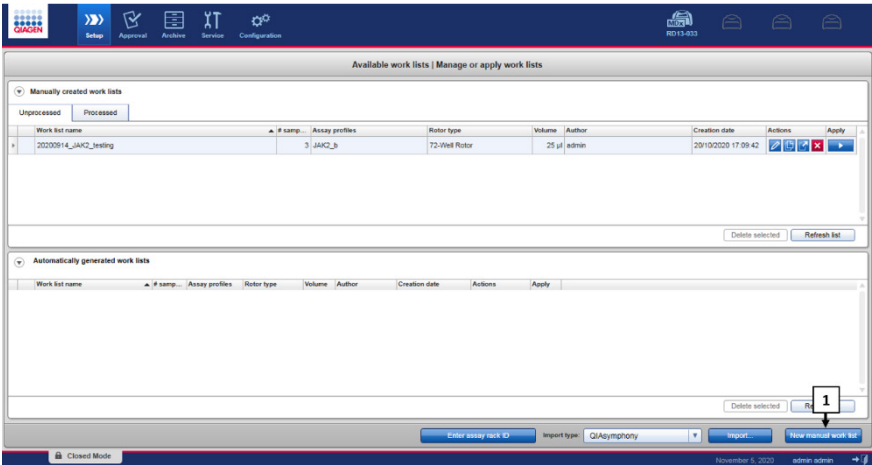

Figura 8. Creación de la lista de trabajo. 1: botón New work list creation (Creación de nueva lista de trabajo).
4. Haga clic en **"New manual work list"** (Nueva lista de trabajo manual) del entorno Setup (Configuración) (Figura 8, casilla 1).